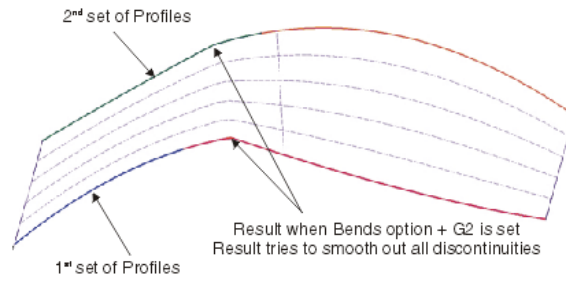

Figura 2.114 Ejemplo con continuidad.
- **G0, G1 y G2:** se impone un nivel de continuidad en las curvas seleccionadas, reduciendo el número de celdas del resultado dependiendo de las entradas (Figura 2.114).